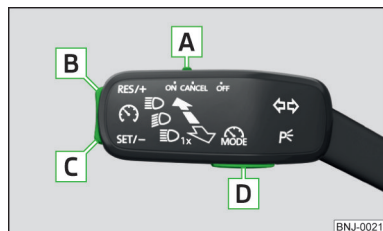

Fig. 211
### Vista general del sistema regulador de la velocidad del GRA » fig. 211
- Presionando la tecla **D** » fig. 211.
- Al pulsar la tecla **D** » fig. 211 durante la regulación, se cancelará y se activará el dispositivo de limitación de velocidad.